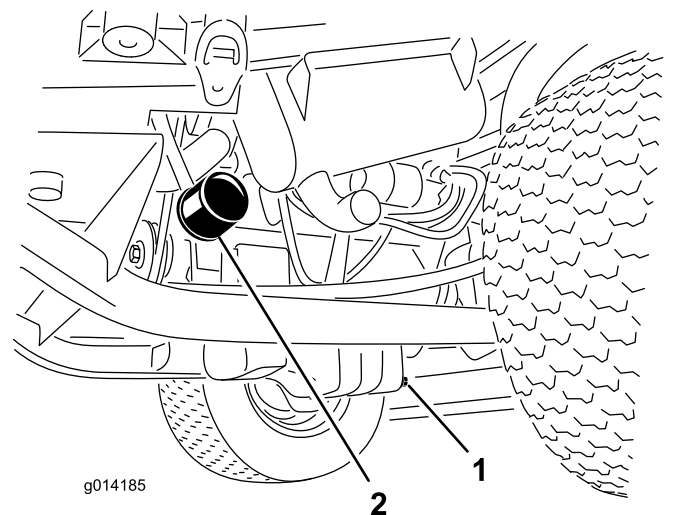

Bild 33
1. Entfernen Sie die Ablassschraube (Bild 33) und lassen Sie das Öl in die Auffangwanne ab.
3. Entfernen Sie den Ölfilter (Bild 33).